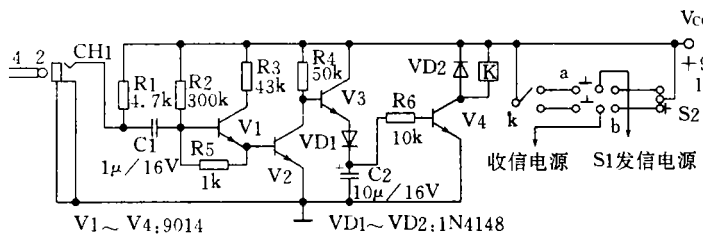

图 1
1. 加装收、发自动转换装置。在无线通信系统中,要实现全双工工作,必须收、发各占一个信道,且信道之间相隔数兆赫以上。但该 30MHz 对讲机设计为单工同频,要像全双工那样工作,必须要作很大的改动。因此,本文改装采用了准双工音控方式,就是把发话时的一部分话音信号转换成电信号,把电信号放大以驱动继电器,利用继电器的触点进行自动收发转换。具体电路如图 1 所示,话筒 BM1 拾取话音,转化为微弱的电信号,经 V1、V2、V3 进行放大, V4 工作在开关状态。S1 为状态转换开关,用来工作于音控状